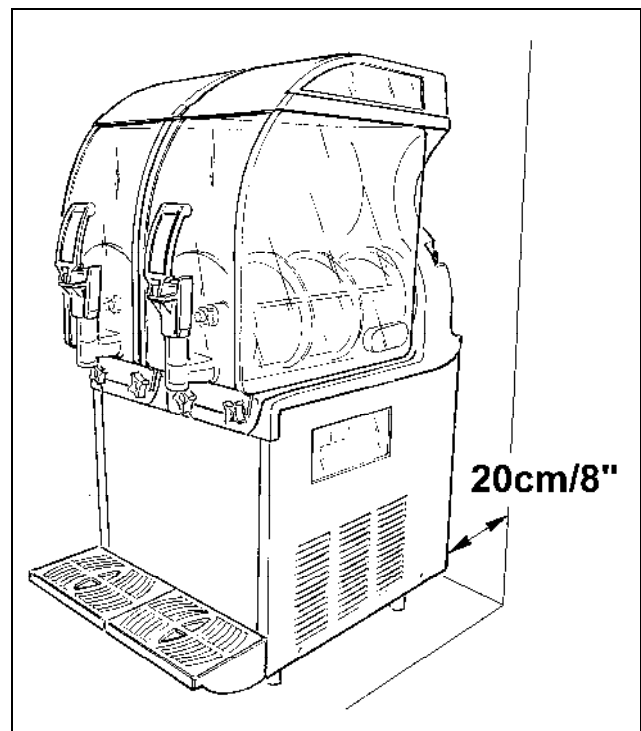

Fig. 2
b) Poser l'appareil sur une surface horizontale et solide de manière à ce que la carrosserie soit bien aérée (laisser un dégagement minimum de 8 inch, fig.2), installer l'appareil dans un endroit sec et éviter de l'installer près d'une source de chaleur. **La température ambiante dans le local où est utilisé l'appareil doit être comprise entre 75°F et 100°F.**